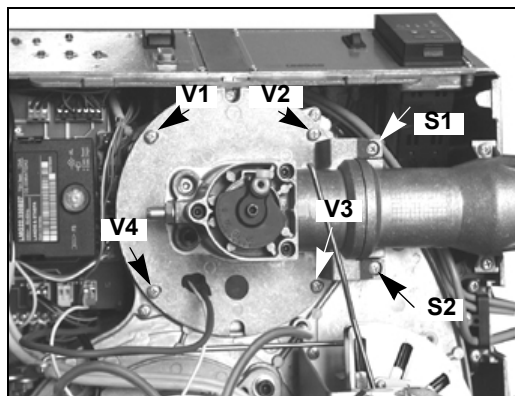
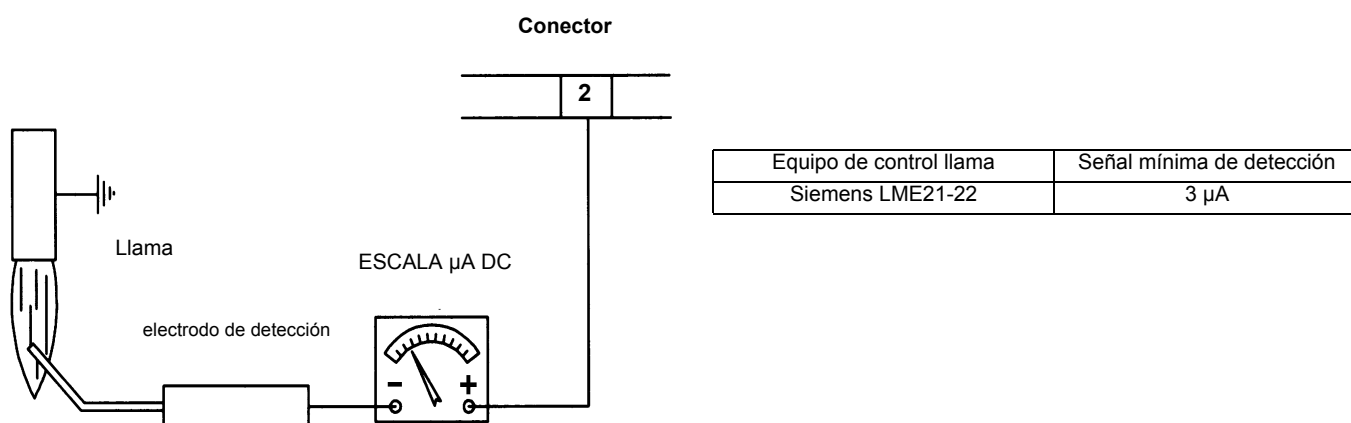

Fig. 44
Fig. 51
- Desmante, controle y limpie el cabezal de combustión (véase Fig. 44 y siguientes)
- Limpie y controle los electrodos de encendido y deteccion (véase Fig. 44). Controle la señal de detección, siga el esquema de la Fig. 51
- 1 Quite los 4 tornillos V1, V2, V3, V4 y el par de tornillos S1 y S2 (Fig. 44).
En el caso en que el quemador vaya en bloque, ejecutar los siguientes controles. Para medir la señal de detección, siga el esquema de la Fig. 51. Si la señal es inferior al valor indicado, controle la posición del electrodo de detección, los contactos eléctricos y, de ser necesario, sustituya el electrodo de detección.